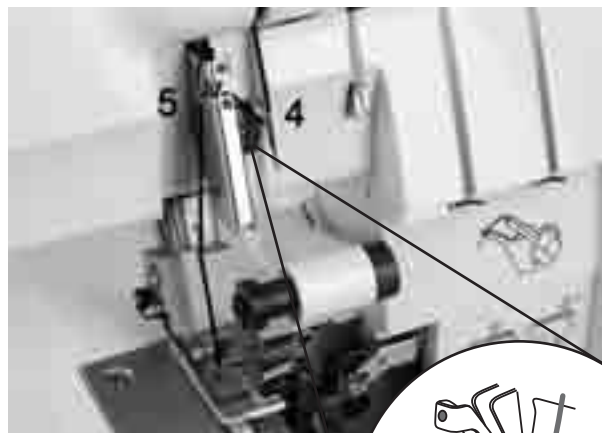

Fig. 32
4. Enhebre el hilo conforme a las marcas azules (4- 6) (Fig. 32/33).